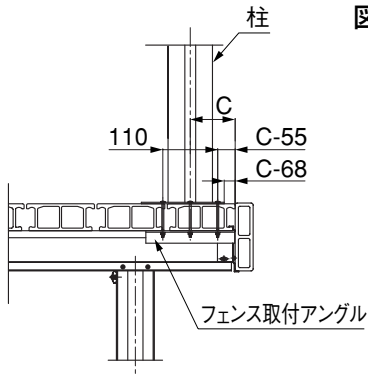
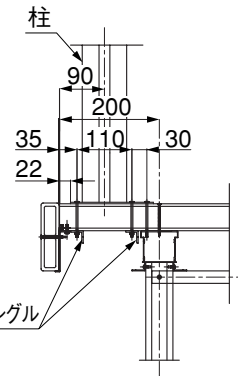

図3-2 (a)矢視図
図3-3 (b)矢視図
- デッキの側面に立てる場合は図3-2、3-4、前面に立てる場合は図3-3、3-5を参照してください。
- 図3-2のC値の最小値は90mmです。
- 図3-2のC値はフェンス取付アングルが手で届く範囲で自由に設定することができます。